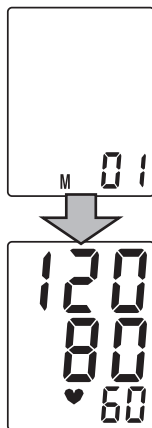

Рис.9
3. Просмотреть содержимое памяти прибора Вы можете, нажав кнопку М. При первом нажатии кнопки М на экране появится среднее значение трех последних показаний, хранящихся в памяти прибора с индексом «А». При повторном нажатии кнопки М на экране кратковременно отобразится индекс «1» (номер ячейки памяти), после чего появится результат последнего измерения (рис. 9).